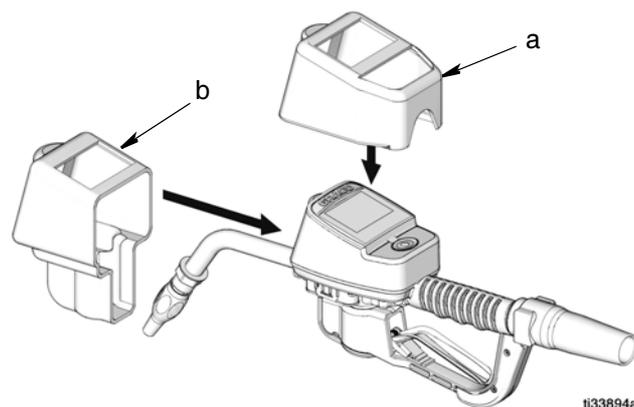

FIG. 6
1. Installer la protection de la lunette (a) sur la lunette du compteur comme montré sur la FIG. 6.
2. Installer ensuite la protection du boîtier (b) sur la buse/rallonge et sur la protection du compteur et de la lunette (a) comme montré sur la FIG. 6.